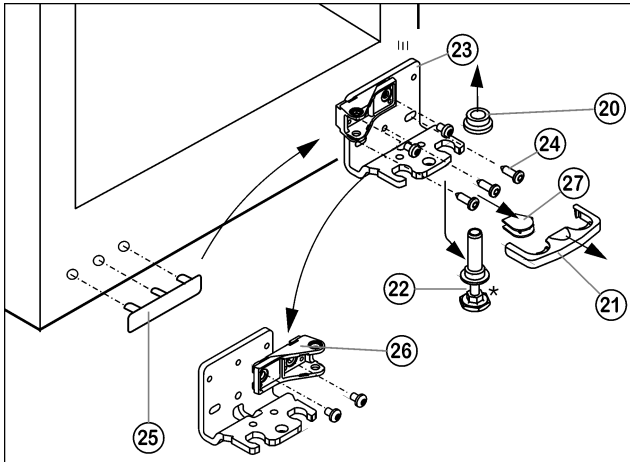

Fig. 7
- ▶ Træk sikringen Fig. 7 (21) af fremad.
- ▶ Træk afdækningen Fig. 7 (27) af.\*
- ▶ Skru stillefoden Fig. 7 (22) helt ind.
- ▶ Træk lejebolten Fig. 7 (22) ud nedad og fremad. Vær opmærksom på hængselbøsningen Fig. 7 (20).
- ▶ Skru lejekonsollen Fig. 7 (23) af (3 x Torx 25) Fig. 7 (24).
- ▶ Løft afdækningen på håndtagssiden Fig. 7 (25) forsigtigt af og flyt den.
- ▶ Skru lejekonsollen Fig. 7 (23) fast igen på den nye hængsel-side, eventuelt vha. en akkuskruetrækker.
- ▶ Skru lejedelen Fig. 7 (26) af og skru den på igen drejet 180°.
- ▶ Sæt afdækningen Fig. 7 (27) på på den modsatte side.\*
- ▶ Sikringen (21) skal gå i hak i siden af lejekonsollen, så lejebolten og dermed døren er sikret.
- ▶ Sætsikringen (21) på lejekonsollen igen.
- ▶ Sæthængselbøsningen Fig. 7 (20) på.